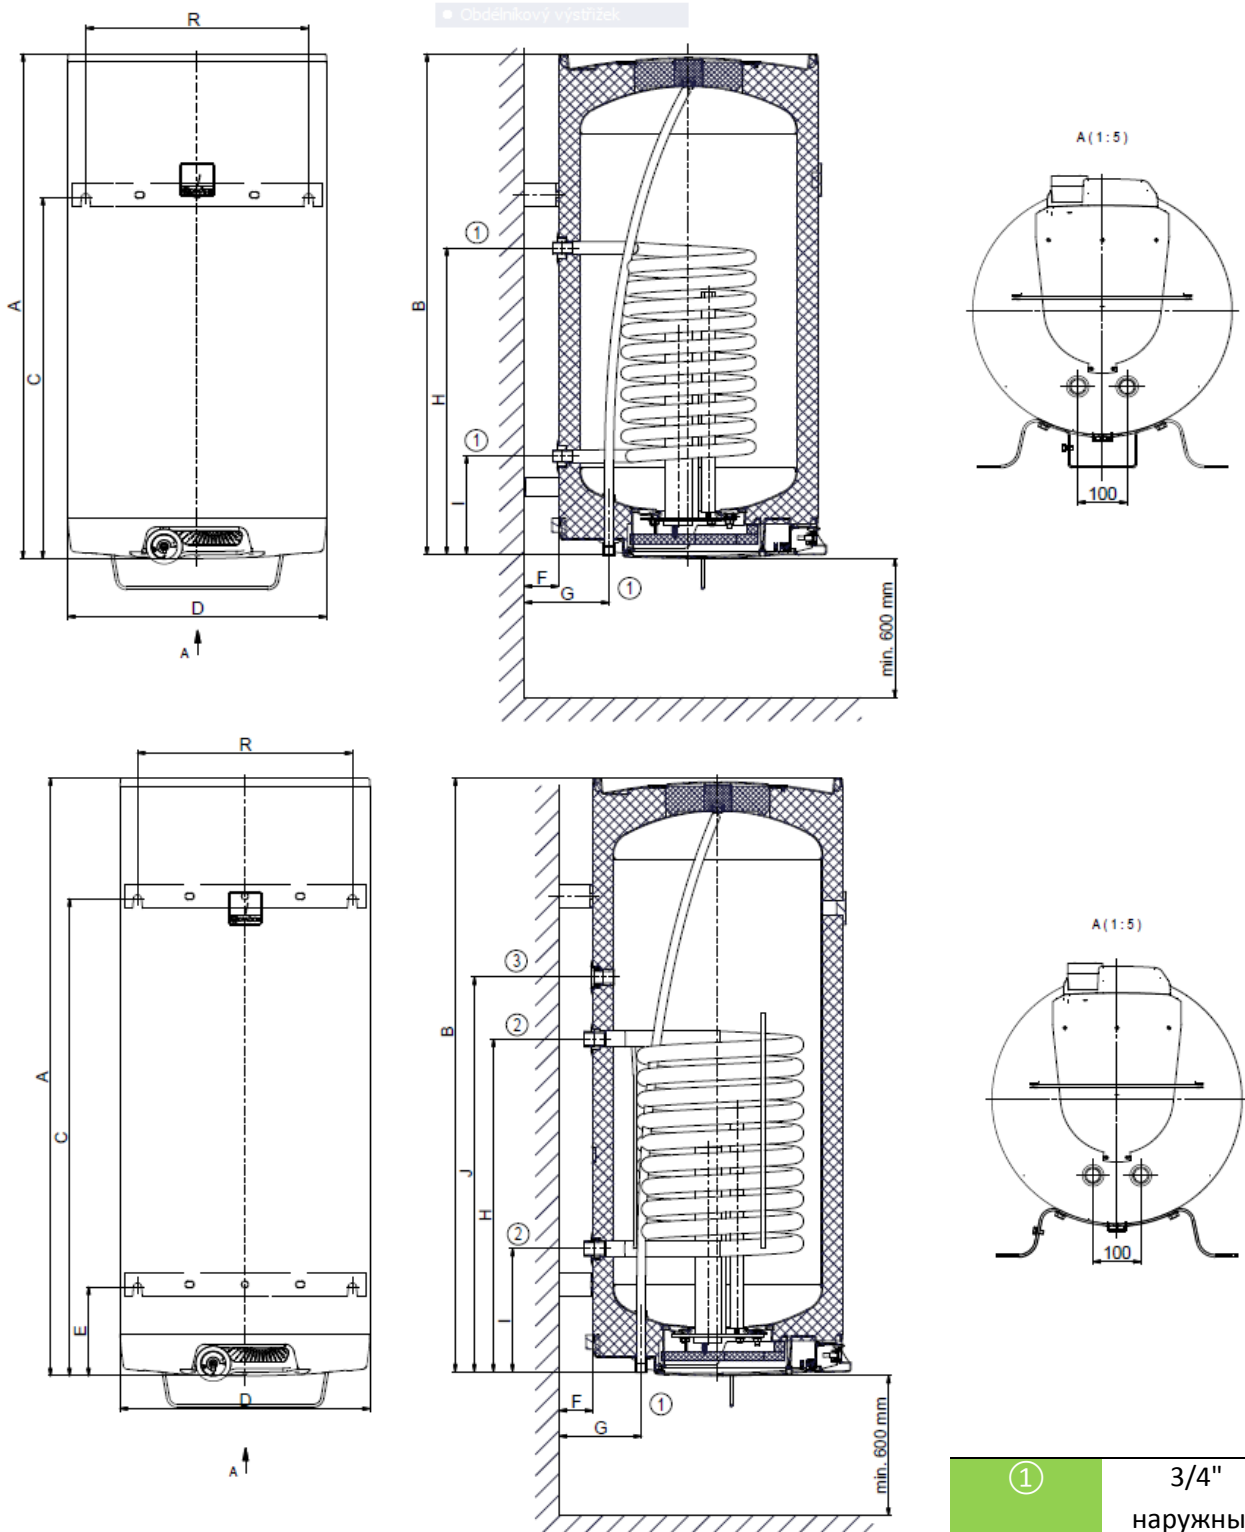
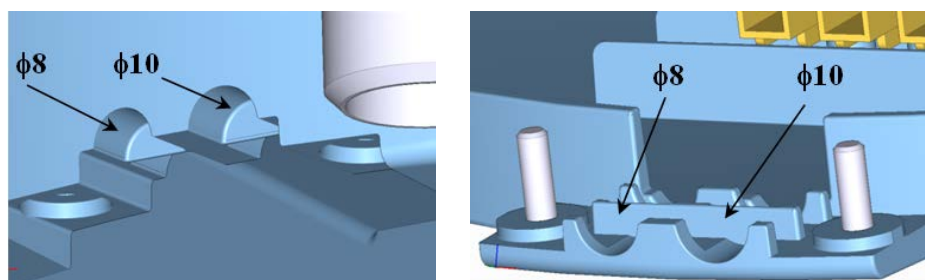
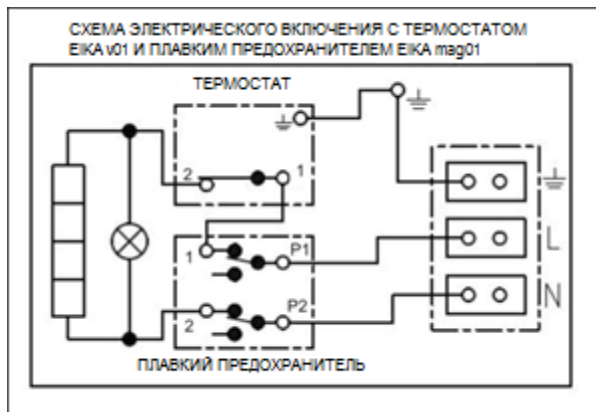

Рисунок 1
Рисунок 4
Рисунок 5
Перед монтажом следует проверить несущую способность стены и, в зависимости от типа материала стены, выбрать подходящий крепежный материал, при необходимости укрепить стену. Водонагреватель устанавливается только в вертикальном положении так, чтобы нижняя грань водонагревателя была расположена минимально 600 мм над уровнем пола (Рисунок 1). У комбинированных бойлеров, перед подвешиванием на стену, необходимо присоединить к впуску и выпуску отопительной воды колена и их поворотом определить монтаж справа или слева (Рисунок 4). Учитывая различные типы материала стены и широкий ассортимент специальных доступных на рынке крепежных материалов, мы не снабжаем бойлеры этими материалами. Систему крепления необходимо выбирать индивидуально, в соответствии с условиями. Рекомендуется поручить монтаж на стену и закрепление специализированной фирме или обсудить крепление со специалистом.
Подключение выполните согласно схеме. Подключение, выполненное на заводе, запрещено менять! (Рисунок 5) В крышке электропроводки снимите перегородку, соответствующую диаметру подводящего провода  $\phi 8$  или  $\phi 10$  (Рисунок 4). Степень защиты электрических компонентов водонагревателя – IP 44. Потребляемая мощность электрического элемента 2 000 Вт.
- Схема электрического включения приложена к нагревателю на крышке электропроводки (Рисунок 5).